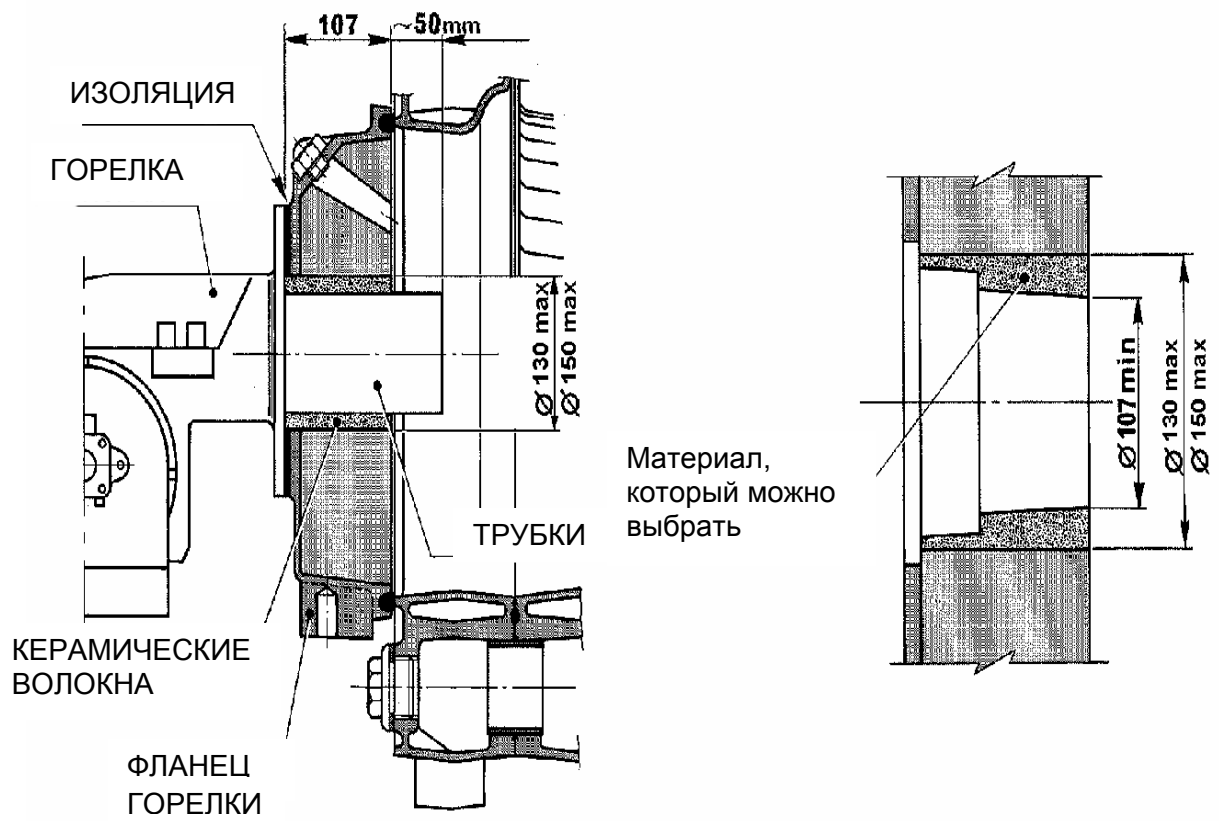

рис. 2 –
- 1 - Монтажный фланец для горелки находится на нижних передних дверях. Фланец должен быть приспособлен для трубки и для фланца горелки. (рис. 2).